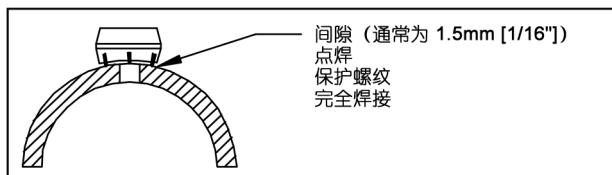

图 3：焊接缝隙
- 确保正确的焊接缝隙（通常为 1.5mm [1/16"]），通过点焊将下法兰座固定到位（如图 3 所示）。